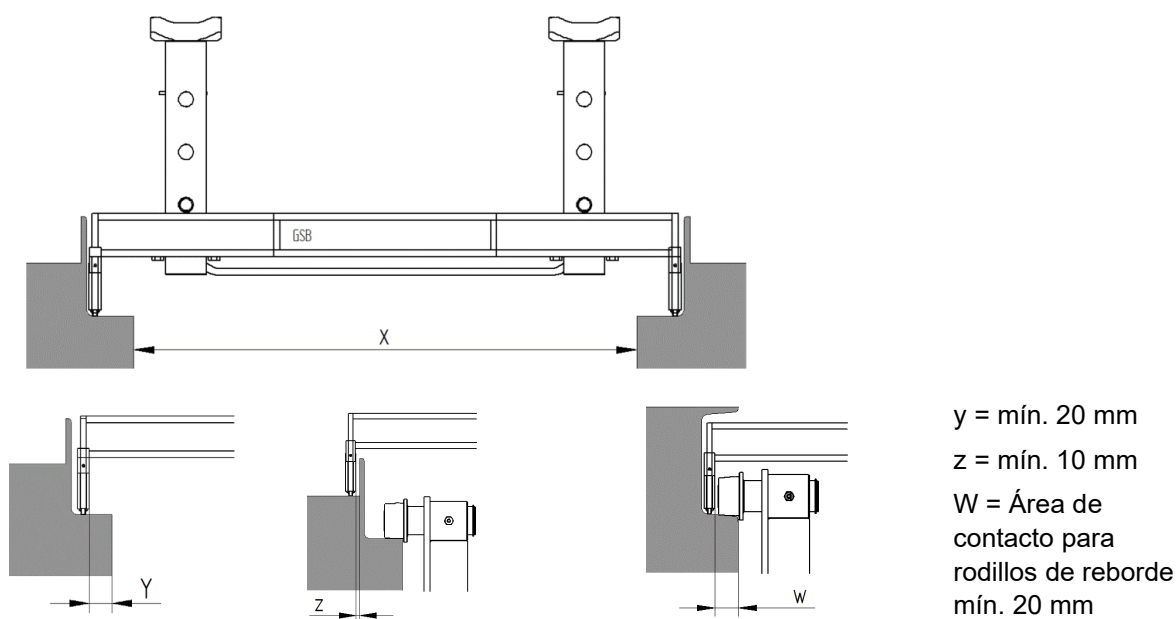

Fig. 9
- **Asegúrese de que el equipo de seguridad esté correctamente instalado. → Fig. 4 - Fig. 9**